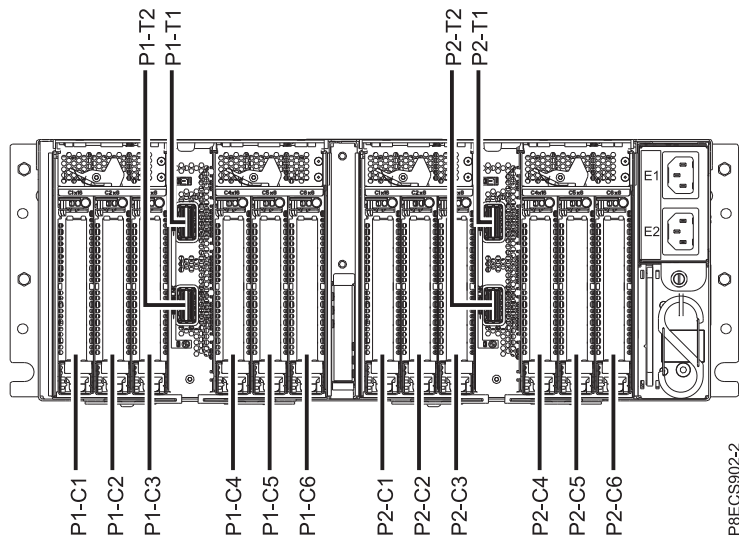

Figure 45. Emplacements de carte PCIe dans le tiroir d'extension PCIe3
4. Déterminez l'emplacement dans lequel vous souhaitez installer une carte PCIe. Voir Règles de positionnement des cartes PCIe et priorités d'emplacement pour le tiroir d'extension d'E-S PCIe Gen3. Les emplacements de carte PCIe se trouvent dans la baie du module d'E-S installée à l'arrière du tiroir d'extension PCIe3. La figure 45, à la page 43 illustre les codes d'emplacement de carte PCIe.